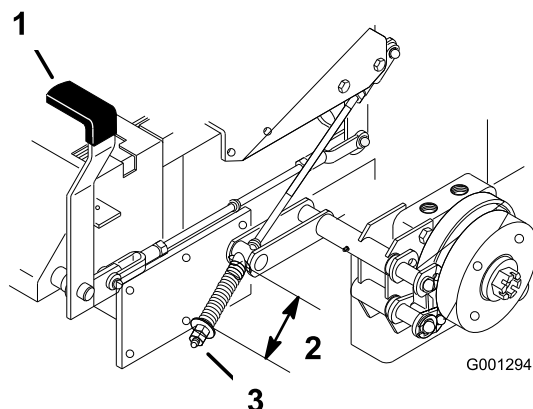

Bild 54
2. Messen Sie die Länge der Feder. Der Abstand zwischen den Scheiben sollte 64 mm betragen (Bild 54).
3. Falls Sie eine Einstellung vornehmen müssen, lockern Sie die Klemmmutter unterhalb der Feder und ziehen Sie die Mutter direkt unter dem Joch an (Bild 54). Drehen Sie die Mutter, bis Sie den korrekten Messwert erhalten. Drehen Sie die Muttern nach rechts, um die Federlänge zu verkürzen und nach links, um die Federlänge zu erhöhen.